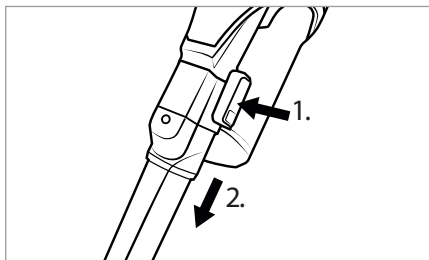

Fig. 15
- ♦ Para remover o acessório, mantenha o botão de desbloqueio no acessório pressionado e puxe então o acessório do tubo de aspiração 23 ou da abertura de aspiração do aparelho (ver fig. 15).